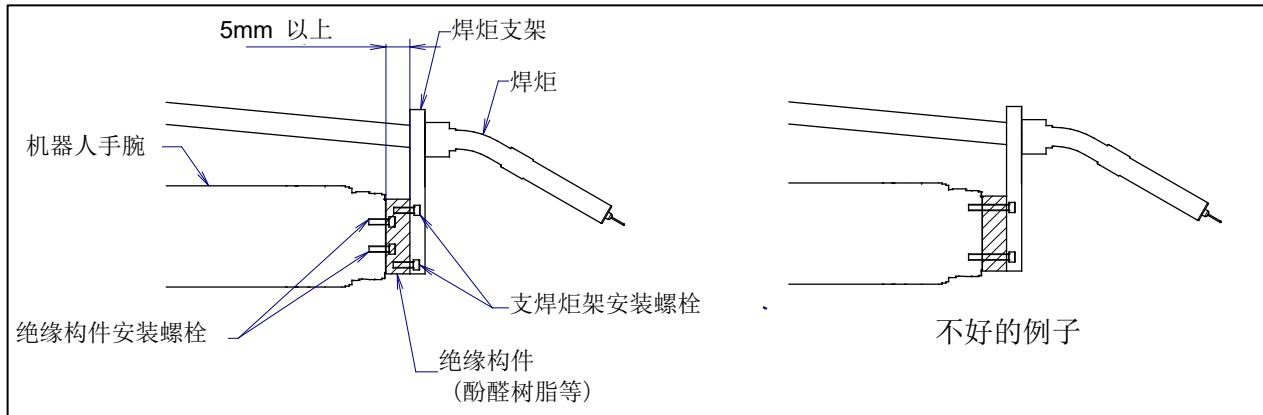

图 C.1 (a) 手腕的口口
- 应在末端执行器安装面进行切实的绝缘设计。对于夹在末端执行器安装面和焊炬支架之间的绝缘构件，焊炬支架与绝缘构件之间的紧固螺栓和绝缘构件与机器人手腕之间的紧固螺栓不能共用，请勿一起紧固。（参照图 C.1 (a)）